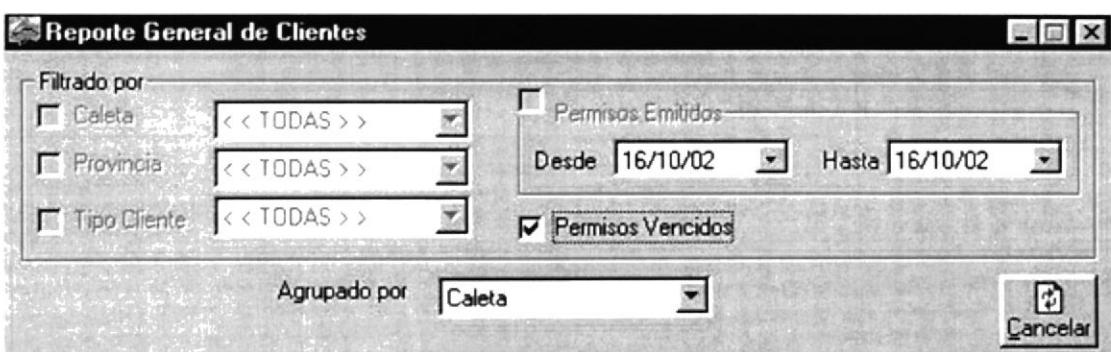

Figura 11.3 Pantalla de permisos vencidos activados
6. Si activa Permisos Vencidos todos los casilleros se le desactivarán. (ver figura.11.3).